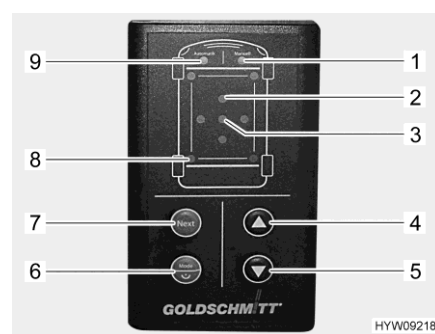

Bild 43 Kontrollenhet (hydrauliska stödben)
Om lutningen av fordonet är för stor, blinkar motsvarande röda lysdiod "Nigning" (Bild 43,2). Välj en lämplig plats eller kör stödbenen manuellt på egen risk.
Om ett stödben når sin maximala längd vid utförning på grund av en fördjupning i marken, blinkar lysdioderna "Manuell drift" (Bild 43,1) och "Automatiskt läge" (Bild 43,9) tre gånger. För i detta fall in stödbenen, åtgärda det berörda stödbenet och upprepa processen.
- Slå på/från:* ■ Tryck på knappen "På/av/driftläge" (Bild 43,6) längre än 1 sekund. Efter påslagningen ljuder en ljudsignal och lysdioden "Automatiskt läge" (Bild 43,9) lyser.
- Byta driftläge:* ■ Tryck kort på knappen "På/av/driftläge" (Bild 43,6). Driftläget byts automatiskt mellan manuellt och automatiskt driftläge. Den motsvarande lysdioden (Bild 43,1 eller Bild 43,9) lyser.
■ Tryck på knappen "Utförning" (Bild 43,5). Anpassningsförfarandet genomförs automatiskt. Lysdioden "Stödben" (Bild 43,8) blinkar, så länge som stödbenen är i rörelse.
Om fordonet är utrustat med fällbara stöd: Förflyttningen av stödbenen stannar efter öppnandet, för att ge möjlighet att genomföra åtgärder. Lysdioden "Automatiskt läge" (Bild 43,9) blinkar snabbt.
■ Tryck på knappen "Utförning" (Bild 43,5) på nytt. Anpassningsförfarandet fortsätter att genomförs.
■ Tryck på knappen "Införning" (Bild 43,4). Stödbenen förs helt in. Lysdioden "Stödben" (Bild 43,8) blinkar, så länge som stödbenen är i rörelse.
- Manuell drift:* ■ Tryck kort på knappen "På/av/driftläge" (Bild 43,6) i automatiskt läge. Lysdioden "Manuell drift" (Bild 43,1) lyser.
■ Var uppmärksam på lysdioderna "Nigning" (Bild 43,2). En upplyst lysdiod indikerar att fordonet måste höjas på denna sida.
■ Tryck på knappen "Next" (Bild 43,7) tills det önskade stödbensparet har valts. De motsvarande lysdioderna "Stödben" (Bild 43,8) lyser.
■ Tryck på knappen "Införning" (Bild 43,4) eller knappen "Utförning" (Bild 43,5) tills den önskade positionen har uppnåtts.
■ Tryck på knappen "Next" (Bild 43,7) på nytt, tills ytterligare ett stödbenspar har valts. Fortsätt med denna process tills fordonet är anpassat. Fordonet är anpassat, när den gröna lysdioden "Position ok" (Bild 43,3) lyser.
■ Tryck samtidigt på knapparna "På/av/driftläge" (Bild 43,6), "Utförning" (Bild 43,5) och "Införning" (Bild 43,4) och håll dem nedtryckta under 3 sekunder.
■ Släpp knapparna efter akustisk kvittering och att lysdioden "Position ok" (Bild 43,3), har tänts. Positionen har sparats som Ok-position.